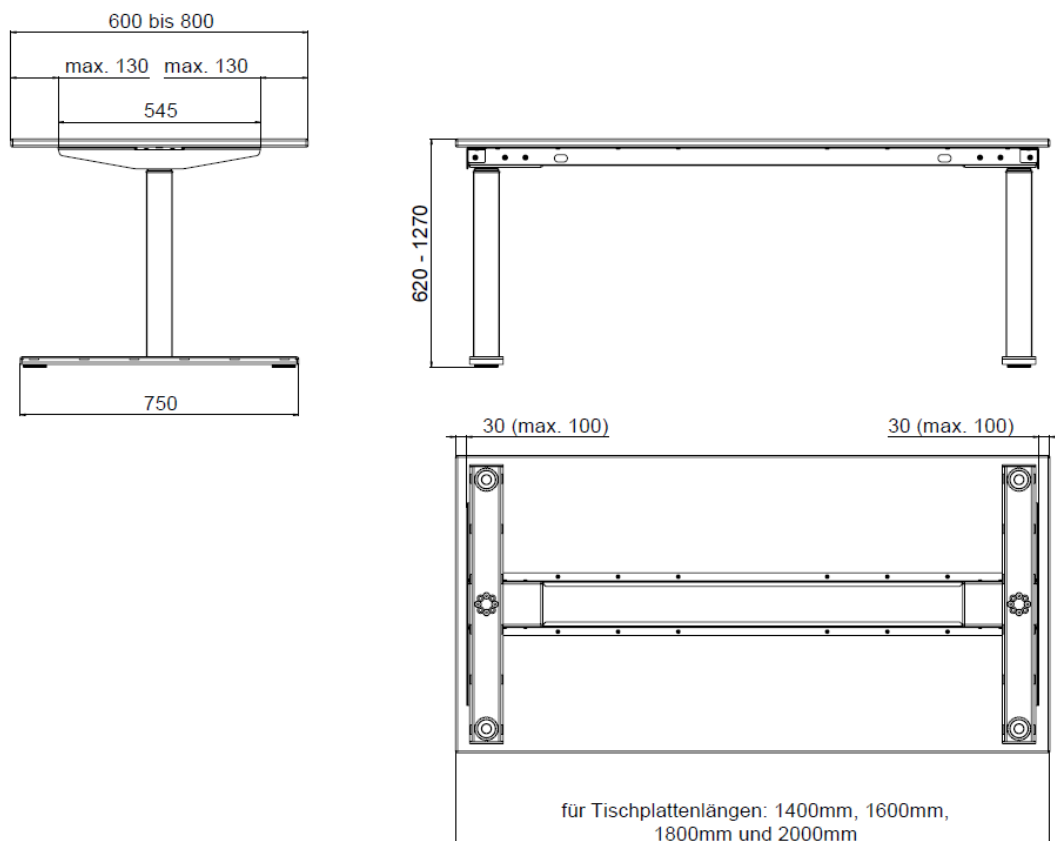

Abbildung 9 Platzierung der Tischnuntergestells zur Tischplatte
- ➔ Beachten Sie die genauen Angaben zur Montage des Tischuntergestells an der Tischplatte in der schematischen Darstellung des Tischuntergestells (Abbildung 9).
- Das Tischnuntergestell ist geeignet für Tischplatten mit einer Tiefe von 600 mm – 800 mm, siehe Abbildung 9.
- Der seitliche Überstand der Tischplatte über das Tischnuntergestell sollte auf der Längsseite 100mm nicht überschreiten, siehe Abbildung 9.
- Der seitliche Überstand der Tischplatte über das Tischnuntergestell sollte auf der Schmalseite 130 mm nicht überschreiten, siehe Abbildung 9.